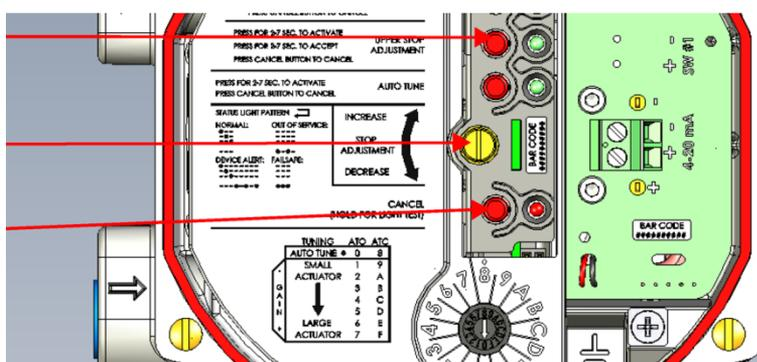

Figure 19 Réglage de la butée haute (ouverture maximale)
2. Déplacer la vanne à l'endroit désiré via la *vis de réglage d'ouverture maximale* (Fig. 19).